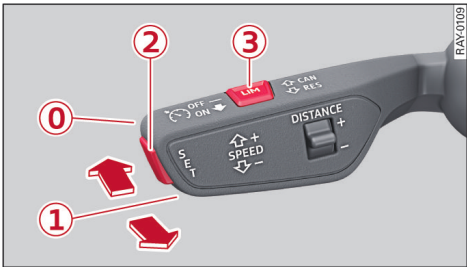

图 90 操纵杆：操作自适应巡航控制系统
- ▶ 要短时间延长起步待命状态或重新启用该功能时，请将操纵杆朝箭头方向短暂地向胸前拉 ⇨ RES ⇨ 120 页，图 90。